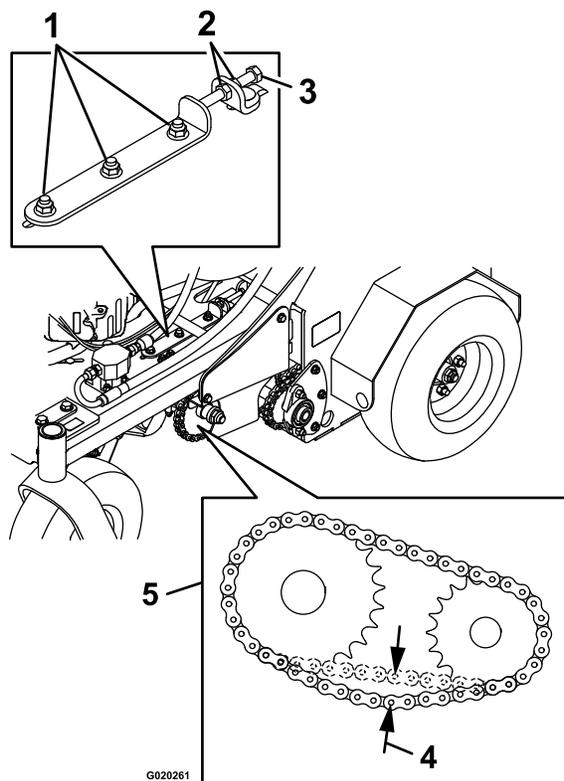

Figure 16
4. Desserrez les écrous sur les trois boulons de fixation de transmission hydrostatique et les deux écrous sur le boulon de réglage, comme montré à la Figure 16. Les écrous sur les boulons de fixation de transmission hydrostatique doivent être desserrés des deux côtés.